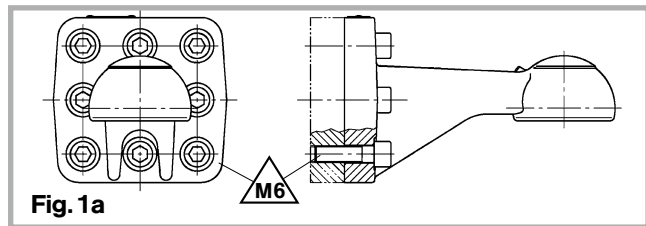

Fig. 1a
- L'occhione di traino flangiato deve essere avvitato alla barra di trazione del rimorchio con 8 viti a esagono incassato M20 x 70 lg – (vedi Fig.1a) o opzionalmente con 8 viti a brugola M20 x L-10,9 e 8 dadi flangia M20-10 (non in dotazione) con il Timone rigido La coppia di serraggio **M6** è di 560 Nm.**